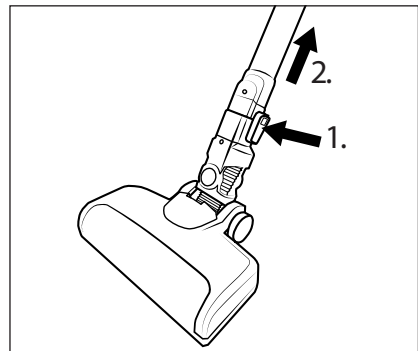

Fig. 12
- ♦ For at fjerne gulvbørsten **21** fra sugerøret **23**, skal du trykke på oplåsningsknappen til gulvbørsten **22** og holde den nede og tage sugerøret **23** ud af gulvbørsten **21** (se fig. 12).